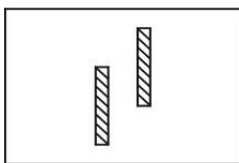
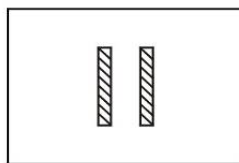
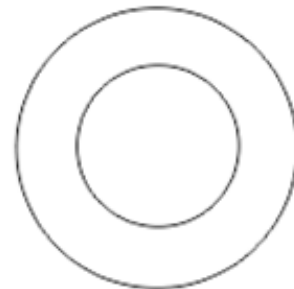

Fig.55
Fig.56
Fig.57
(2) Foria verticale
Ruota la manopola dell'obiettivo ausiliario ② per impostare l'occhio sinistro a 10ΔI in modo che le colonne delle lettere siano completamente separate. Se il paziente ha una foria verticale, sarà mostrato come Fig.55. Quindi ruotare il prisma rotante sull'altro occhio, con scala di 0 orizzontale (come mostrato in Fig.57). Ruota la manopola di rotazione del prisma ① in modo che non ci sia differenza tra il superiore e l'inferiore (vedi Fig.56). Quindi la scala del prisma rotante indica il potere della foria verticale.